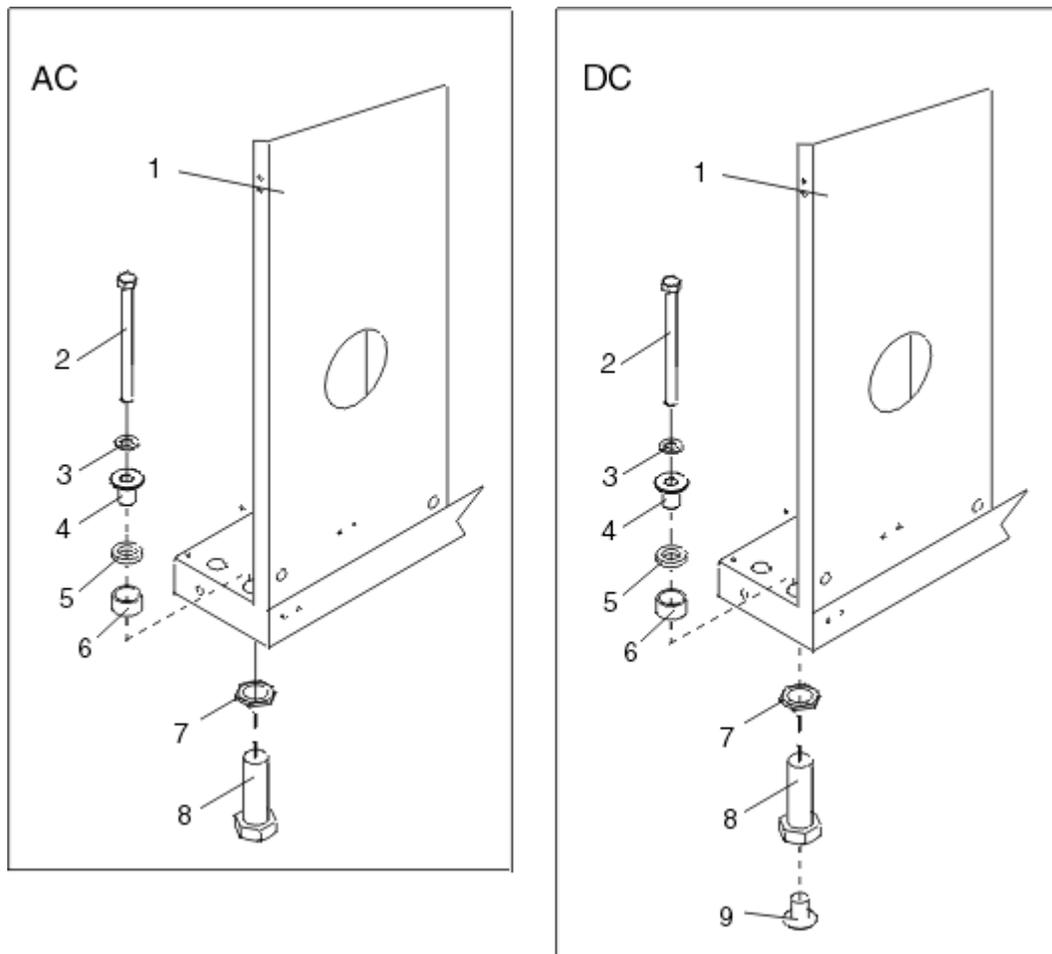

Figura 12. Hardware de pernos del bastidor
4. Localice el kit de material de montaje y las dos placas de montaje. Consulte la Figura 12 en la página 17 al revisar el contenido del kit de montaje. El kit de montaje de hardware contiene los elementos siguientes: